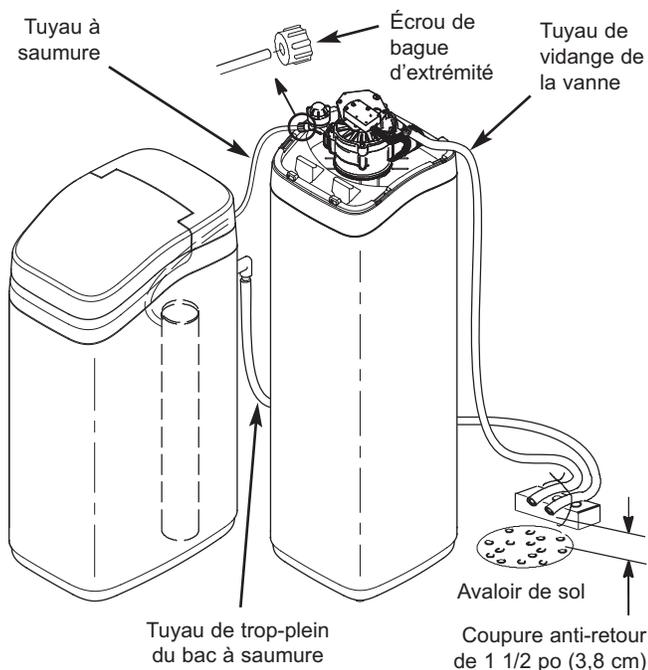

FIG. 16
- Raccordez le tuyau à saumure au pavillon d'aspiration avec l'écrou de bague d'extrémité fourni (cf. Figure 16).